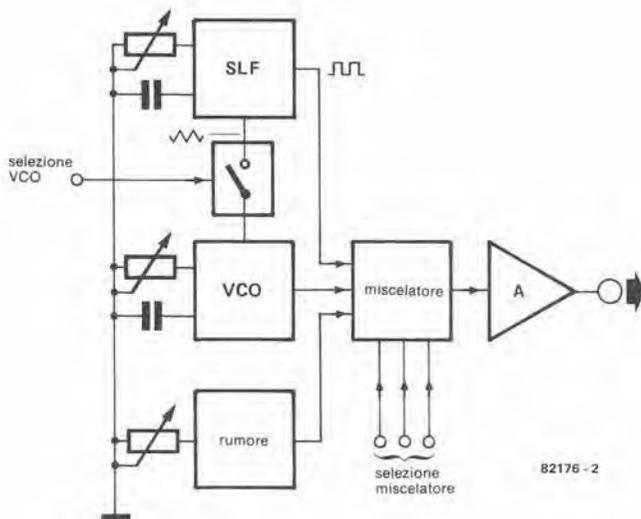

Figura 2. Schema completo a blocchi del box per effetti sonori.
potenze d'uscita di 60 kW. Le previsioni teoriche indicarono che da ogni grammo/secondo di flusso gassoso avrebbero potuto essere estratti fino a 35 joule, per quanto metà di tale potenza venisse assorbita dalle perdite interne del sistema. Il laser gas-dinamico è stato sottoposto ad intense prove sperimentali ma, sfortunatamente l'insieme delle apparecchiature risultava complesso, voluminoso e costoso, tanto che uno degli "addetti ai lavori" soleva paragonarlo ad "un orologio da 10 tonnellate". Per quanto molte soluzioni adottate nel laser gas-dinamico siano state usate anche in altri tipi ad alta energia, come quelli schematizzati in figura 2, il laser gas-dinamico vero e proprio non è più considerato un candidato all'uso bellico.
Figura 2. I principali tipi di laser ad alta energia suddivisi a seconda dell'origine dell'energia: gas-dinamici, a scarica elettrica od a reazione chimica. Si noti che CW significa funzionamento ad onda persistente, DIL significa gas diluente e  $\mu$  è un'abbreviazione non standard per micrometro (schizzo fornito dal Ministero della Difesa USA).
La figura 2 illustra il circuito completo in forma di schema a blocchi. I potenziometri stabiliscono la frequenza di ciascuno stadio. Il VCO consiste di un oscillatore che dipende dalla tensione d'ingresso. Quest'ultima potrà essere il segnale di uscita dell' SLF oppure un segnale proveniente dall'esterno.
La figura 2 mostra lo schema completo del circuito d'allarme. Premendo S2, T4 passerà in conduzione; questo, a sua volta fornirà la corrente di base a T3: il circuito si autostabilizza in "conduzione". All'inizio viene mandato a livello alto l'ingresso di N2, tramite C8. In questo modo, il circuito rimane allo stato di riposo al momento in cui viene collegata l'alimentazione: infatti non desideriamo un intervento immediato dell'allarme!
Figura 2. Schema completo del circuito. Secondo questo disegno, il codice per la disattivazione dell'allarme è 3058. Esso potrà essere cambiato in qualsiasi altro numero di quattro cifre.
In figura 3 è illustrato il circuito stampato dell'allarme. Qualsiasi tipo di tastiera andrà bene, quando vi sia la possibilità di collegare un terminale dei contatti di tutti i tasti ad un conduttore comune (vedi figura 2). Per questo motivo, non sarà adatta una tastiera cosiddetta "a matrice". Il codice predisposto mediante i collegamenti mo-
strati in figura 2 costituisce semplicemente un esempio. Qualsiasi codice di 4 cifre potrà essere programmato collegando i giusti tasti agli ingressi I1...I4 di IC5. Ricordarsi di collegare tutti gli altri tasti al piedino di reset (E).